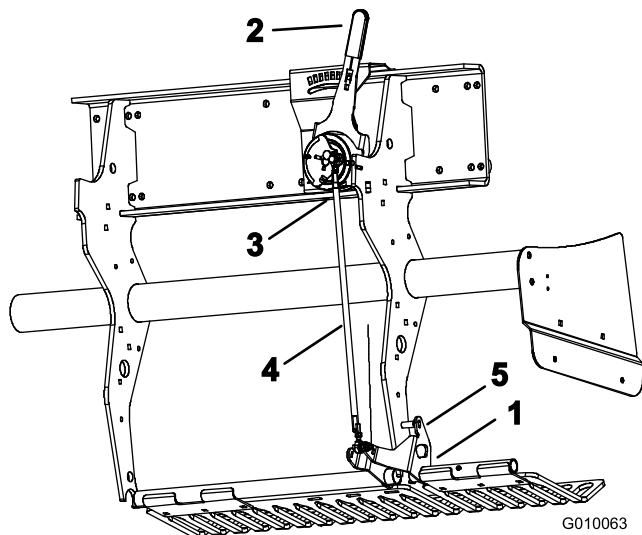

Bild 58
1. Drehen Sie die Befestigungshalterung der linken Rasenschutzvorrichtung (Bild 58) nach oben, bis ein Arretierbolzen (5/16-Drehstange oder -Schraube) zwischen die Halterung und dem am Rahmen angeschweißten Tiefeneinstellungsrohr eingesetzt werden kann.
2. Schieben Sie den Stacheltiefenhebel (Bild 58) auf die H-Stellung (tiefste Einstellung).
3. Schließen Sie den Außenkugelschalter (Bild 58) vom Kabelbaum ab (Schalter für das Absenken des Kopfes).
4. Lösen Sie die Sicherungsmuttern (linke und rechte Seite) an der Spurstange für die Tiefeneinstellung (Bild 58).